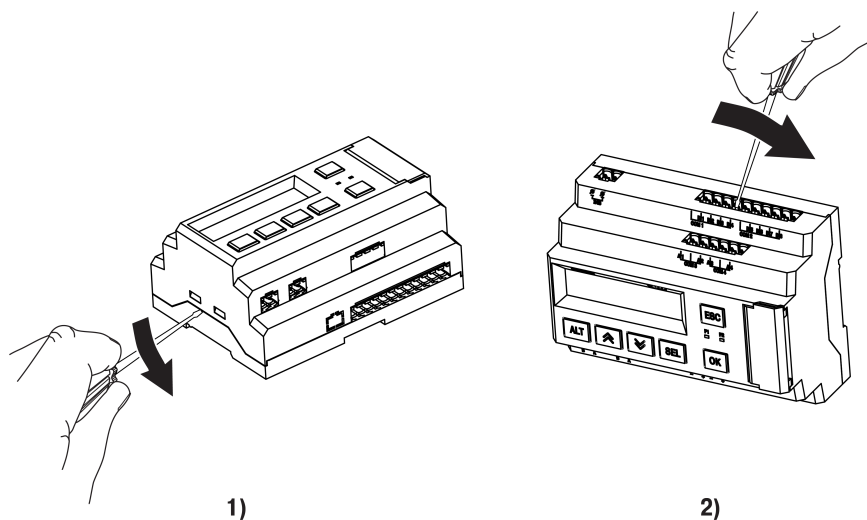

Рисунок 7.1 – Снятие верхней крышки
2. Снять верхнюю крышку. Отверткой вывести из зацепления защелки основания из отверстий в торцевых поверхностях крышки (см. рисунок 7.1, 1). Приподнять крышку над основанием.
3. Отверткой отогнуть крышку от разъемов на среднем уровне с двух сторон (см. рисунок 7.1, 2). Усилие следует прикладывать у нижних разъемов.